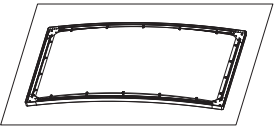

图15
- 左右拖动挂钉或拉簧调整幕布松紧，使幕布受力均匀平整无皱纹，完成幕布安装。（见图15）。